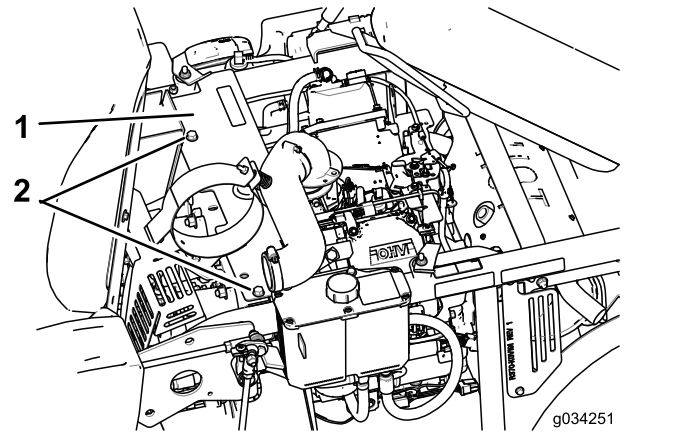

Figure 32
7. Graissez le bras de la poulie de tension de la courroie de pompe (Figure 32).